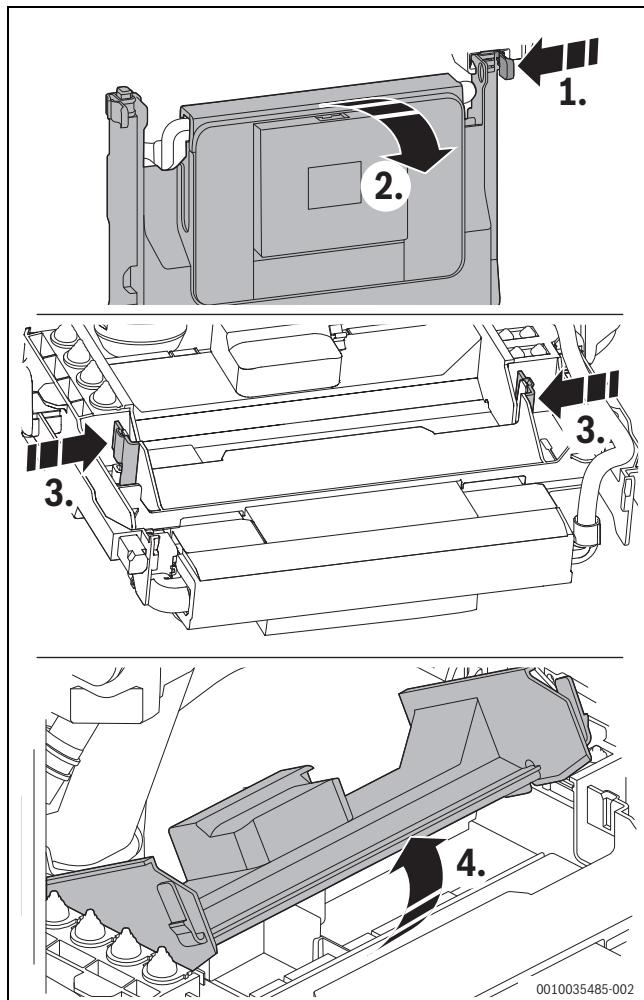

Bild 46 Steuergerät öffnen
- Steuergerät nach unten klappen (→ Bild 46).